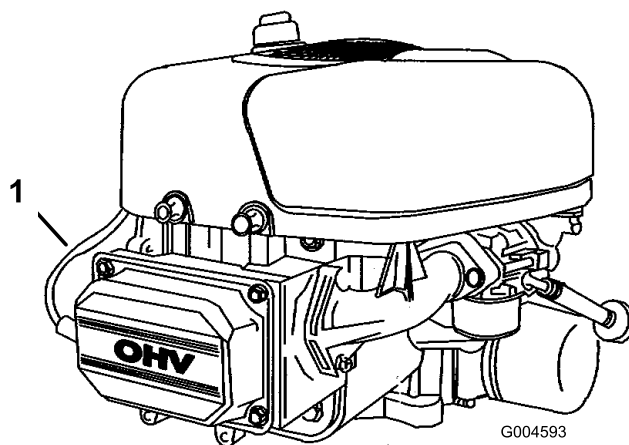

Figura 25
7. Staccate il cappellotto dalla candela (Figura 25).
3. Collegate il cappellotto alla candela (Figura 25).